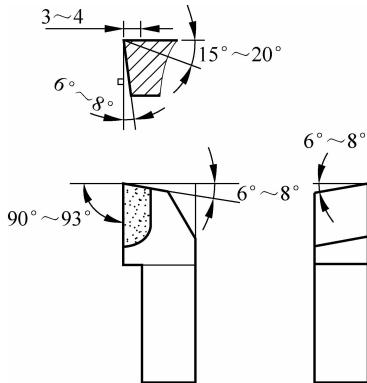

图 3-5 90°车刀刃磨练习
(1) 根据图 3-5 所示给出的刀具几何参数进行刀具刃磨练习。
(2) 刀磨步骤。
① 粗磨主后面和副后面。
② 粗、精磨前面。
③ 精磨主、副后面。
④ 刀尖磨出圆弧。